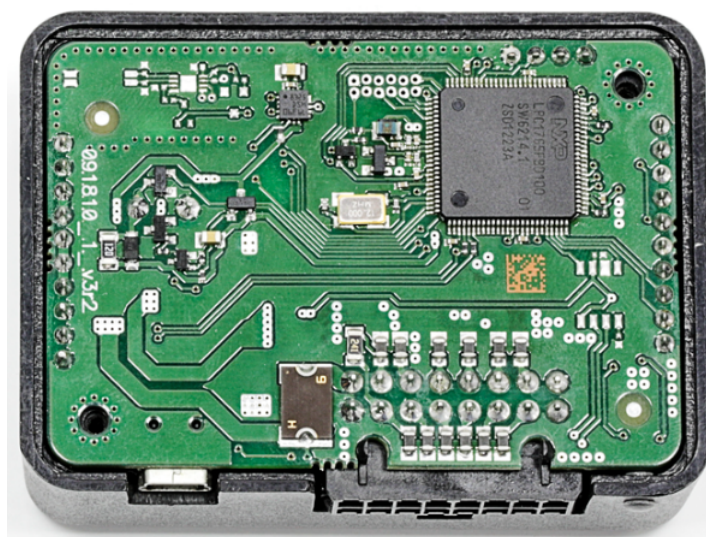

Рисунок 5
- снимите крышку (см. рисунок 5);